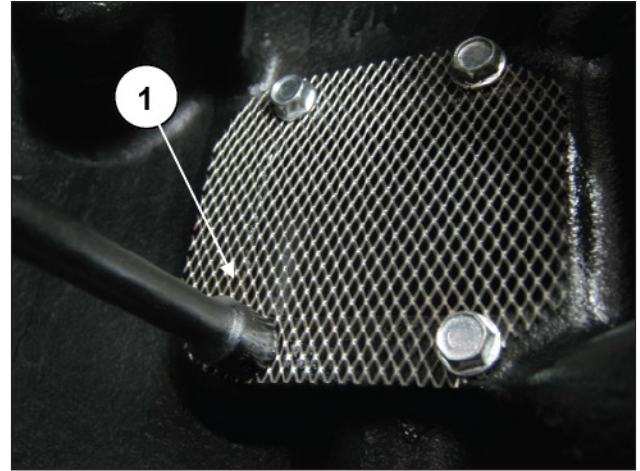

Fig. 50
Remova os quatro parafusos de fixação da retina do filtro para acessar o compartimento de aspiração da bomba de óleo e verificar a limpeza interna (pos. ①, Fig. 50).